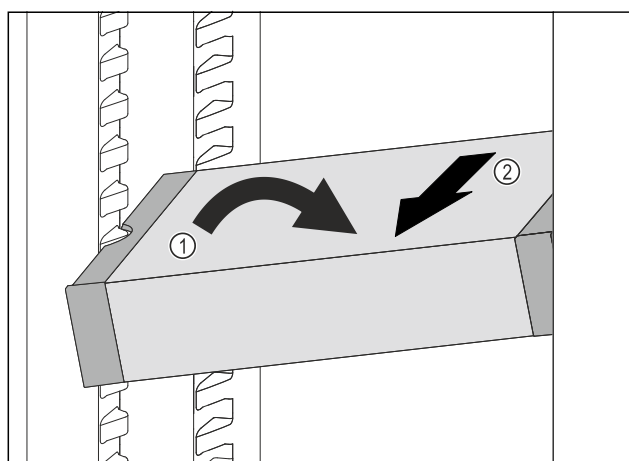

Fig. 86
- ▶ VarioSafe ustawić w chłodziarce pod skosem. Fig. 86 (1)
- ▶ VarioSafe wyjąć do przodu. Fig. 86 (2)